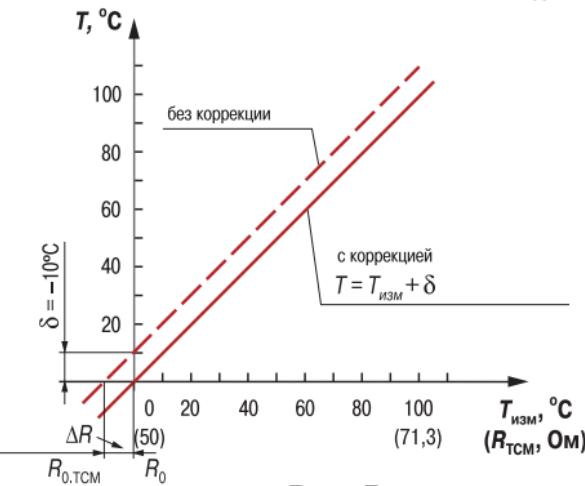

Рис. 5
3.2.5.2. Для компенсации погрешностей $\Delta R = R_0 - R_{0,TCM}$, вносимых сопротивлением подводящих проводов R_{TCM} , при использовании двухпроводной схемы подключения термопреобразователей сопротивления, к каждому измеренному значению параметра $T_{изм}$ прибавляется заданное пользователем значение δ («**сдвиг характеристики датчика**»). На рис. 5 приведен пример сдвига характеристики для датчика TCM50M, $W_{100} = 1,426$.